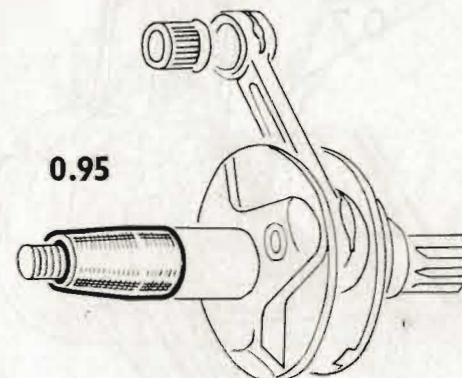

Fig. 30
- Monter l'outil 0.95 sur le vilebrequin pour éviter la détérioration des joints Paulstra côté volant (fig. 30 page ci-contre).